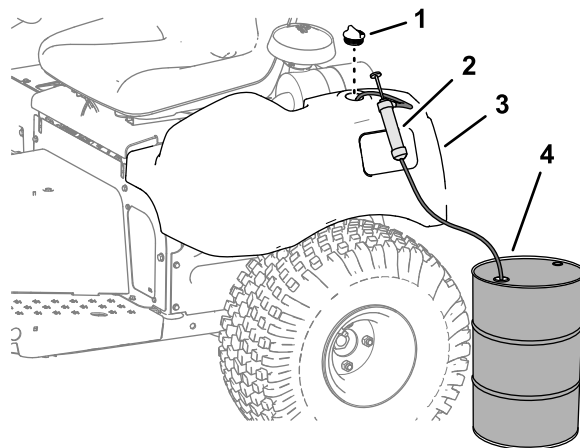

图 47
1. 从液压油箱上取下盖子 图 47。
2. 将液压油从液压油箱中泵出 图 47。